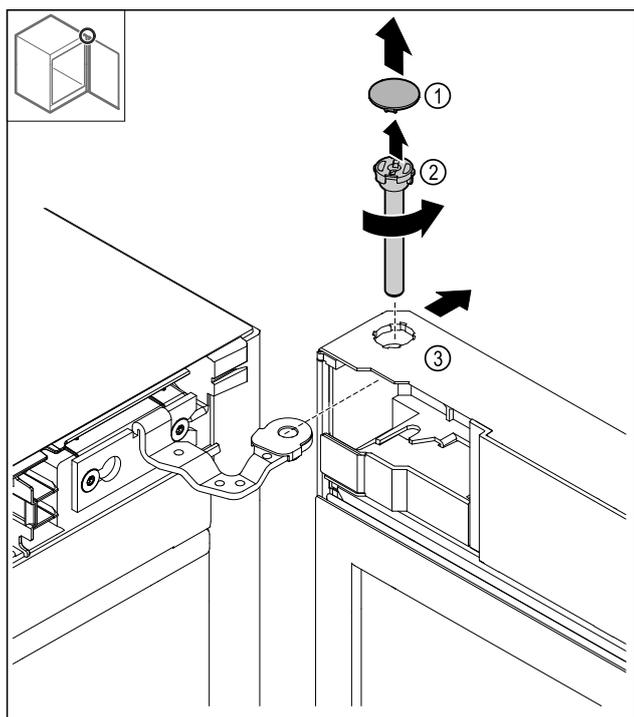

Fig. 18
- ▶ Ta av dekelet Fig. 18 (1).
- ▶ Løsne boltene Fig. 18 (2) mot urviseren og trekk ut.
- ▶ Vipp døren Fig. 18 (3) litt.